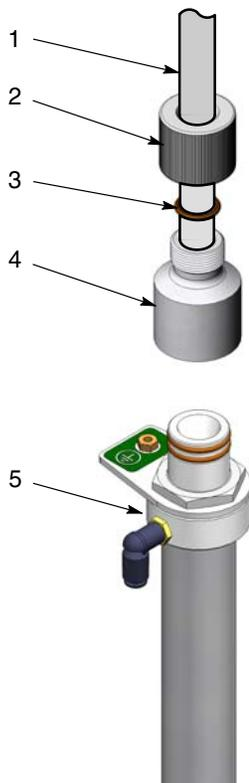

Figura 7 Conjunto do adaptador do tubo captador
**NOTA:** Os conjuntos adaptadores de tubo captador estão disponíveis para tubos captadores com ou sem uma junta tórica externa. A figura 7 ilustra um tubo captador com uma junta tórica externa.
1. Consulte a figura 7. Corte perpendicularmente a extremidade do tubo de aspiração (1) com um corta-tubos.
2. Introduza aproximadamente 2 polegadas do tubo de aspiração através da porca de fixação (2).
3. Monte a junta tórica (3) no tubo de aspiração.
4. Introduza o tubo de aspiração no adaptador da bomba (4) até ele encostar.
7. Monte o conjunto de adaptador no tubo captador (5) com movimento rotativo.